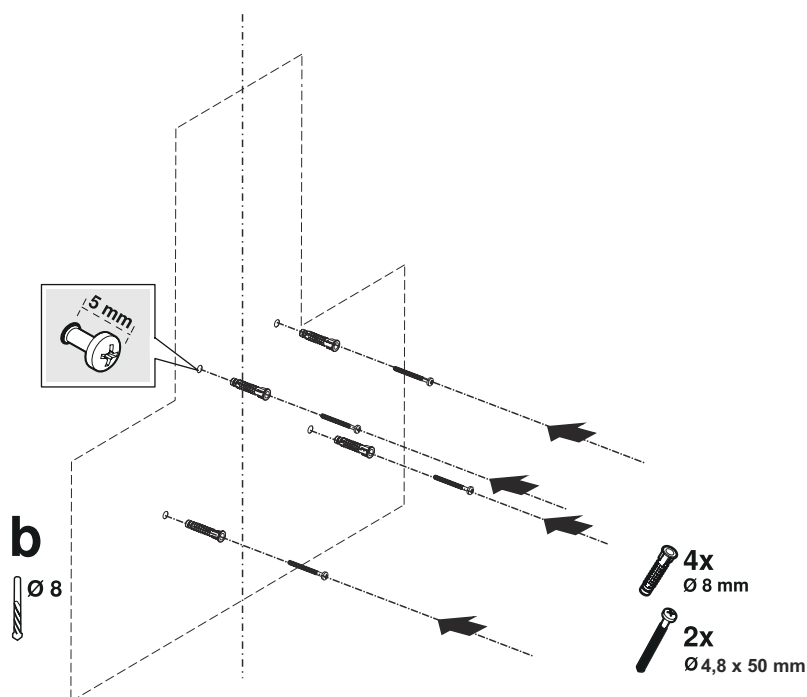

Fig. 12
1. ➤ Disegna una linea mediana dal soffitto perpendicolare al bordo inferiore della cappa (Fig. 12).
2. ➤ Per praticare i fori di sospensione della canna fumaria, posizionare la sagoma di montaggio sulla superficie su cui verrà montato l'apparecchio e contrassegnare i fori di montaggio (Fig. 12/b).
3. ➤ Praticare i fori di sospensione con trapano Ø8mm e posizionare i tasselli (Fig. 12/b).
Vite di sospensione a 2 pezzi 4,9x950 con una distanza di 5 mm tra la testa della vite e il muro (Fig. 12/b).